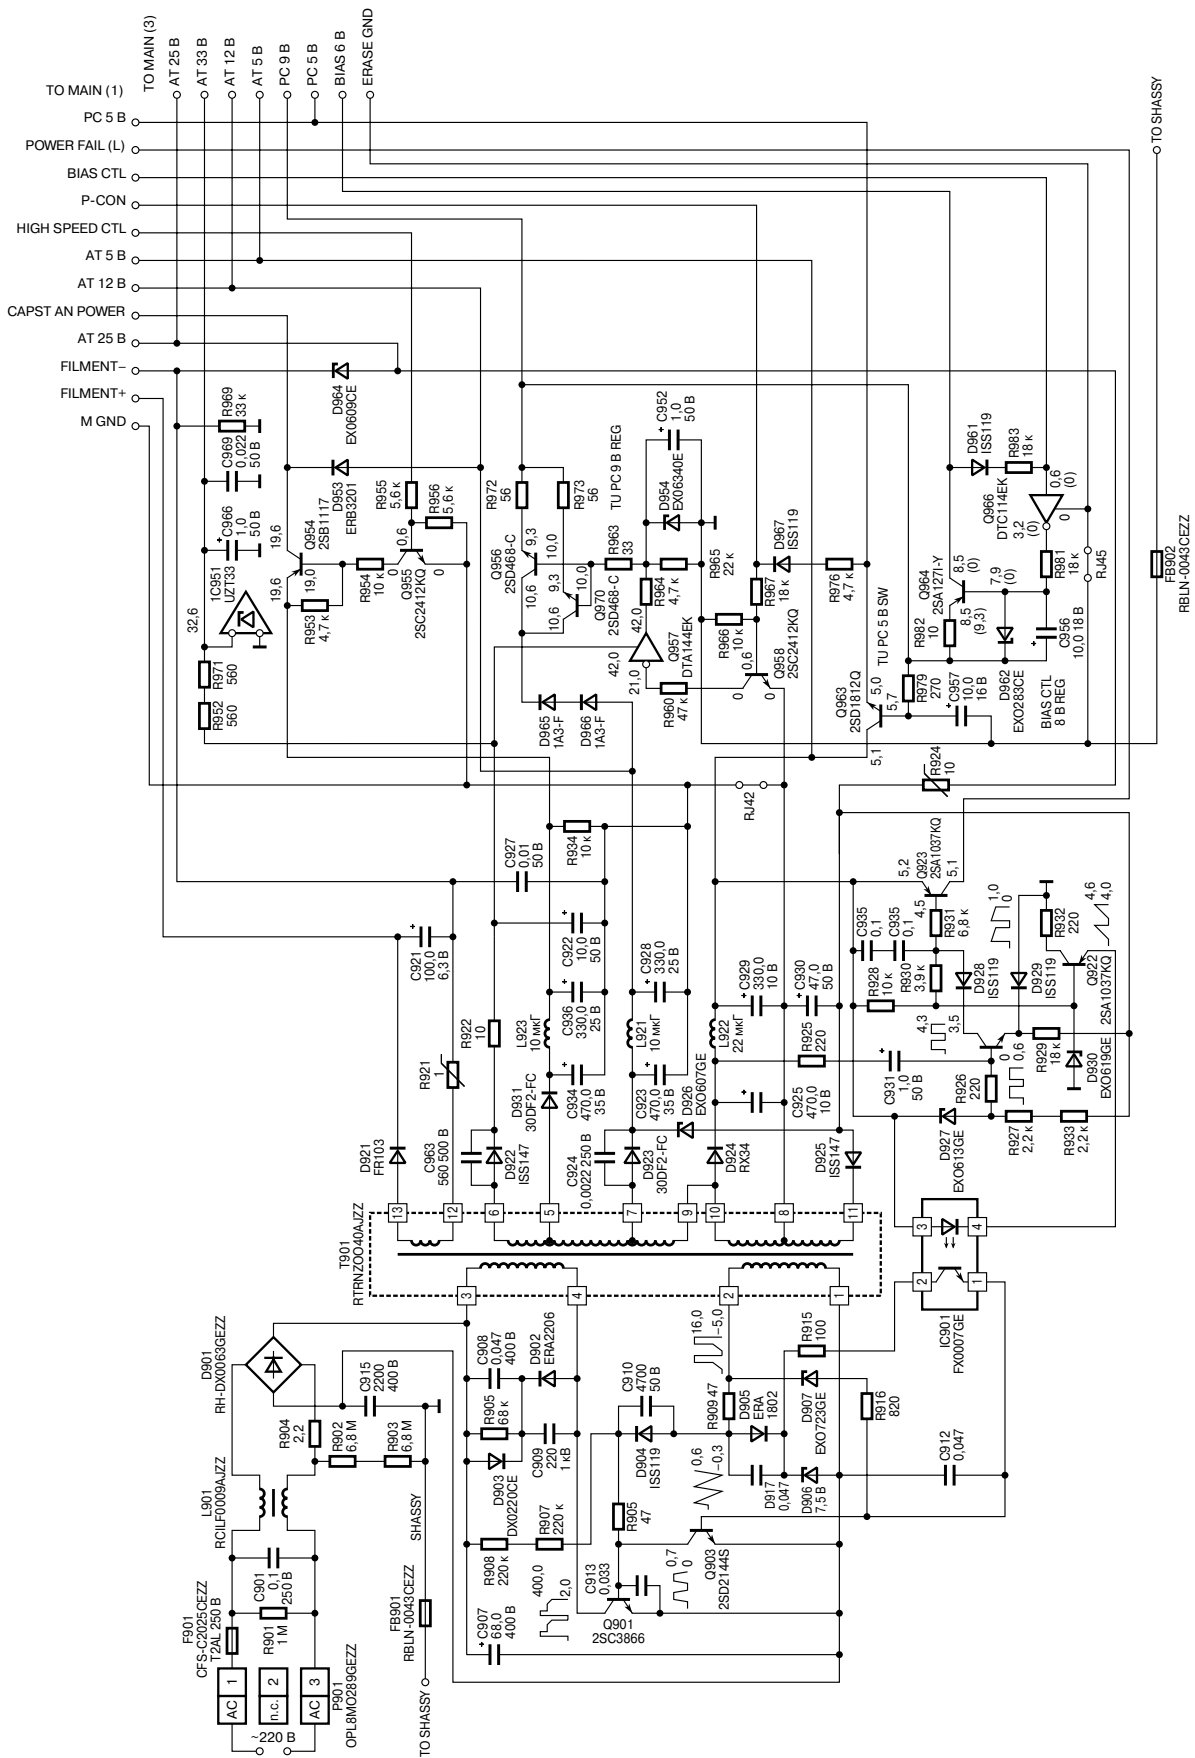

Рис. 1. Импульсный блок питания
- импульсного блока питания, выполненного по автогенераторной схеме на двух биполярных транзисторах: выходного 2SC3866 (или 2SC4231QR) и управляющего 2SD2144S (рис. 1);